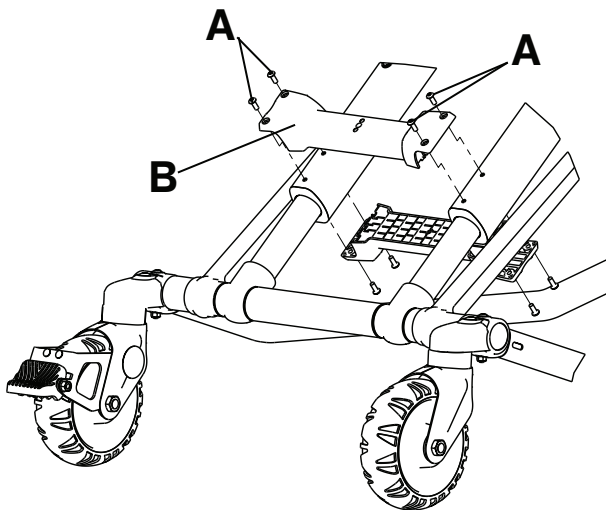

Figure 9 – Retirer le renfort du châssis
1. À l'aide d'une clé Torx T25, retirer les quatre vis d'assemblage à tête ronde (A) du renfort du châssis (B) (Figure 9). Conserver les vis.